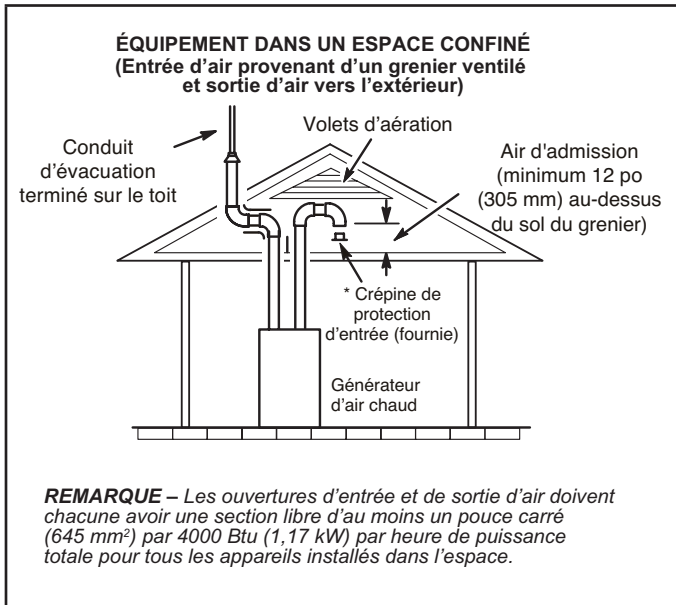
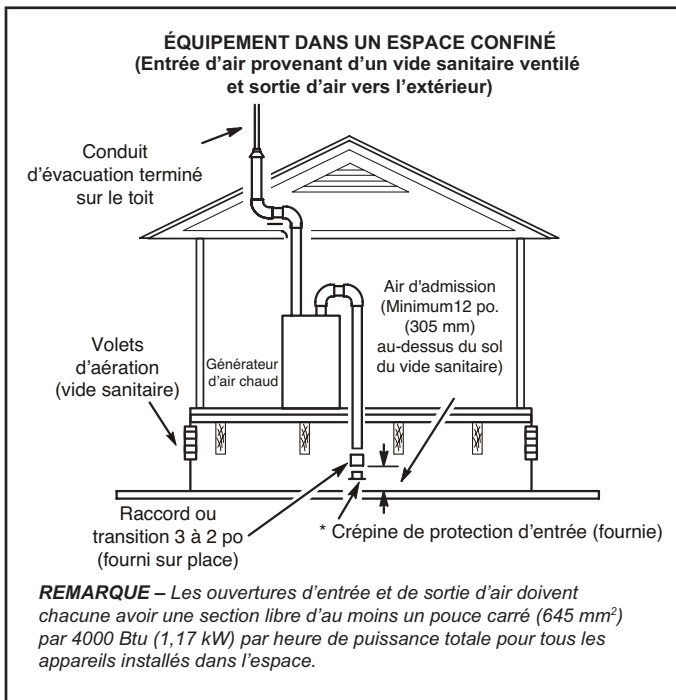

Figure 29
Figure 30
- 2 - Si l'air d'admission est aspiré d'un grenier ventilé (Figure 29) ou d'un vide sanitaire ventilé (Figure 30), la longueur de l'évacuation ne doit pas dépasser celle indiquée au Tableau 6. Si un tuyau de 3 po de diamètre est utilisé, le réduire à 2 po de diamètre pour pouvoir installer la crépine anti-résidus.